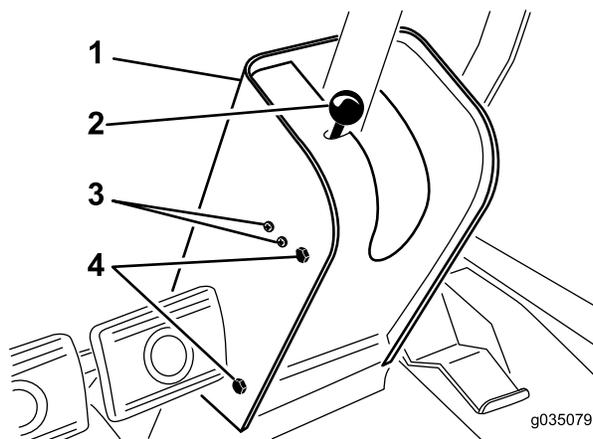

Рисунок 72
2. Снимите рукоятку со стержня стояночного тормоза и выверните винты с кожуха рулевой колонки (Рисунок 72).
4. Ослабьте винты и гайки, крепящие выключатель стояночного тормоза к левой стороне рулевой колонки (Рисунок 72).